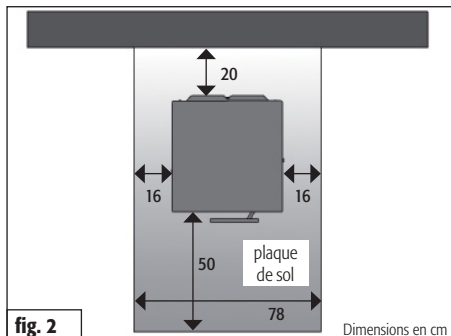

fig. 2
**La taille de cette plaque de sol doit dépasser le tracé du poêle-cheminée d'au moins 50 cm de avant et d'au moins 16 cm sur les côtés (fig. 2).**